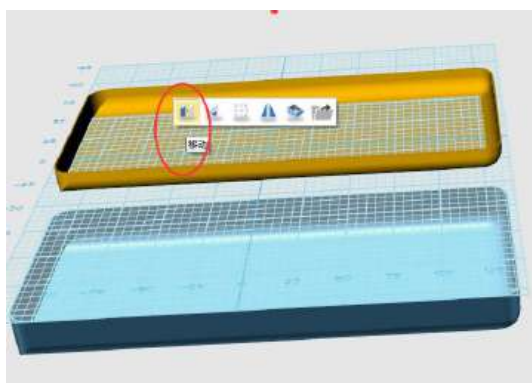
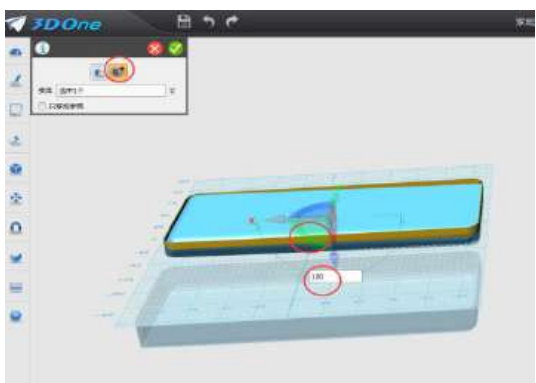

图 7-12
图 7-13
4.给铅笔盒盖翻个跟斗：鼠标选择盒盖体，点击“迷你棒”中的“移动”命令，如图7-12。出现对话框，选择“动态移动”；方向：选择“绿色轴”方向；数值输入：180，如图7-13，确定完成。